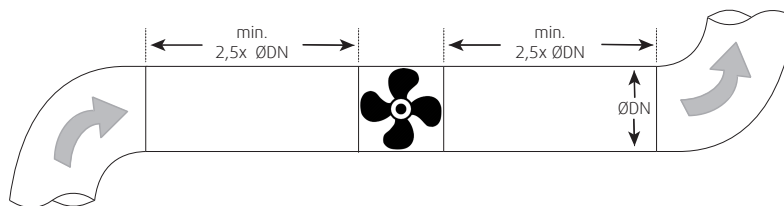

Fig. 1 Raka kanaler
- ◆ Säkerställ ett jämt och konstant luftflöde till anordningen. Säkerställ fritt frånluftsflöde. Se Fig. 1 Raka kanaler, sida 12.